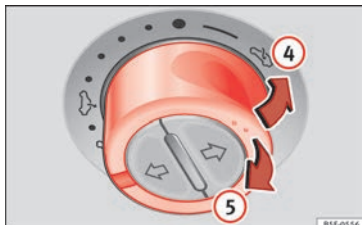

Fig. 12 Dans le ciel de pavillon : appuyer sur la commande et tirez-la pour lever et baisser le toit.
- Pivotement : poussez la commande en position » » fig. 12 ④. Pour obtenir une position intermédiaire, maintenez la commande enfoncée jusqu'à parvenir à la position souhaitée.
- Abaissement : tirez la commande vers la position » » fig. 12 ⑤. Pour obtenir une position intermédiaire, maintenez la commande enfoncée jusqu'à parvenir à la position souhaitée.